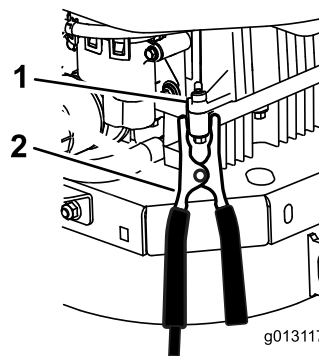

Figure 64
6. **Faites la dernière connexion sur le bloc moteur du véhicule en panne (pas à la borne négative de la batterie) loin de la batterie et reculez-vous (Figure 64).**